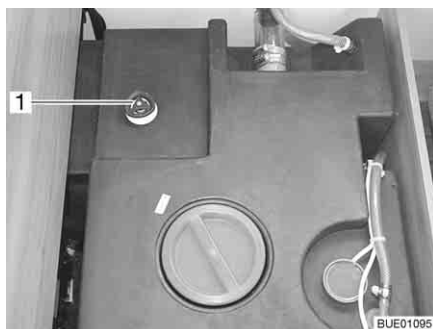
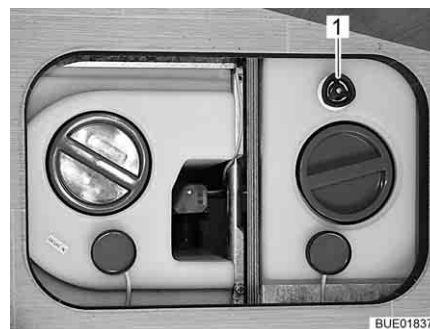

Bild 233 Vattentank med ratt (Viseo)
Bild 234 Vattentank med ratt (Elegance)
- Vrid ratten (Bild 233,1 resp. Bild 234,1) på vattentanken moturs mot motståndet till stoppläget för att öppna utloppsöppningen helt.